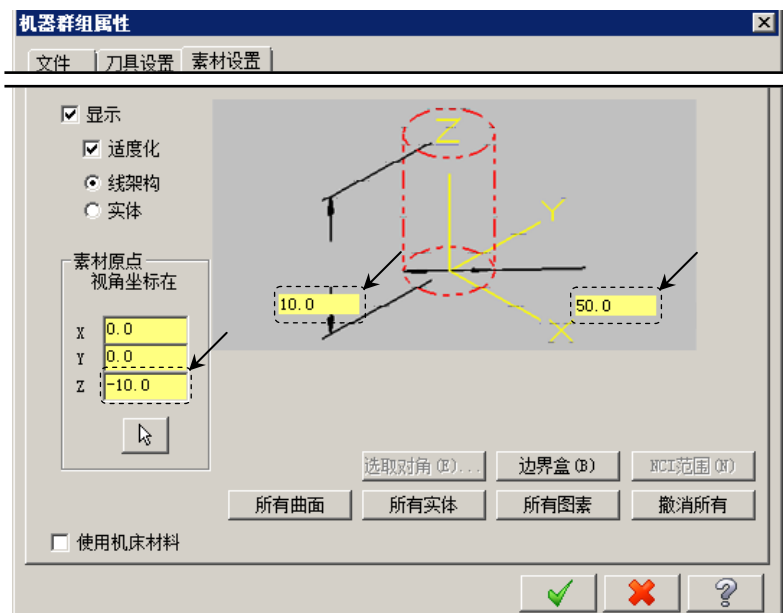

图 9.4.3 “机器群组属性”对话框
Step3. 设置工件的尺寸。在“机器群组属性”对话框中单击边界盒(B)按钮，系统弹出“边界盒选项”对话框，接受系统默认的设置，单击按钮，返回至“机器群组属性”对话框，如图9.4.3所示。
Step4. 设置工件参数。在“机器群组属性”对话框的“Z 轴向高度”文本框中输入值10.0，在“圆柱直径”文本框中输入值50，在素材原点区域中的Z文本框中输入值-10，如图9.4.3所示。